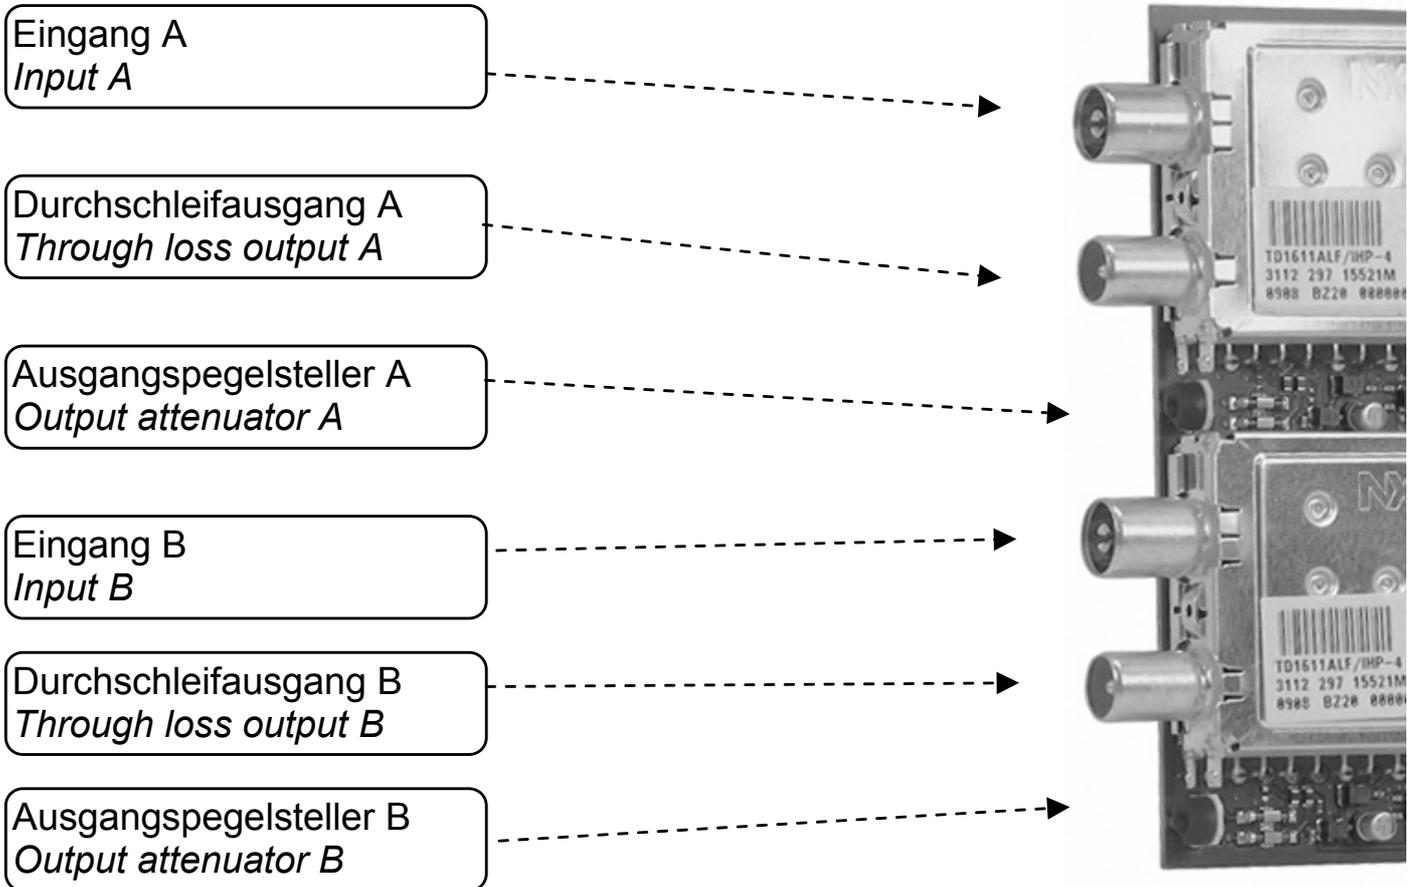

Bild 1 Anschlüsse am SPM-TDT-Q / **Figure 1** Connections of the SPM-TDT-Q
3. Nach Programmierung aller Module einer Grundeinheit, sollten die Ausgangspegel über den jeweiligen Ausgangspegelsteller (Bild1) auf den gleichen Wert eingestellt werden.
3. After programming the modules, output levels should be adjusted to a common value by the attenuators placed on each module. (Figure 1)